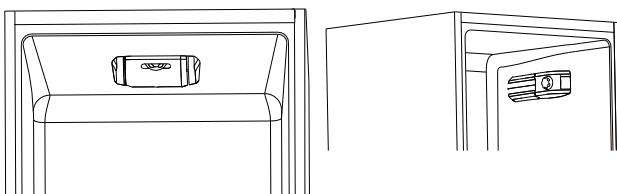

Fig.4
- De thermostaat ter controle van het toestel binnennin bevindt zich in het koelgedeelte (fig.4). Draai de thermostaatknop van de thermostaat om boven "0" te zetten. Het lampje brandt wanneer de deur van de koelkast open is.